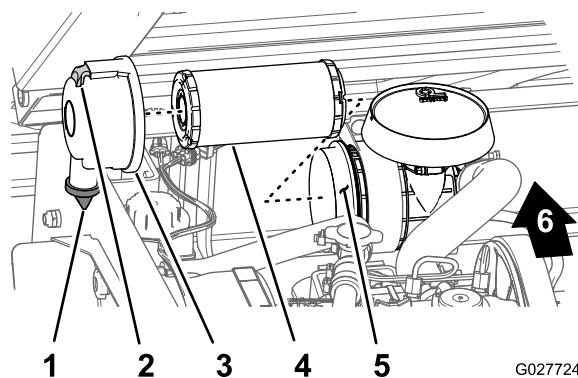

Figure 28
- 2. Vérifiez si le boîtier du filtre à air présente des dommages susceptibles d'occasionner des fuites d'air (Figure 28).
3. Tirez le dispositif de verrouillage vers l'extérieur et tournez le couvercle du filtre à air dans le sens antihoraire (Figure 28).
5. Sortez l'élément filtrant du boîtier du filtre à air (Figure 28) avec précaution pour ne pas déloger trop de poussière.
4. Alignez le couvercle du filtre à air sur le boîtier en orientant la valve de sortie en caoutchouc vers le bas, à peu près entre les positions 5 heures et 7 heures vu de l'extrémité, comme montré à la Figure 28.
5. Fixez le couvercle au boîtier avec les attaches (Figure 28).
1. Nettoyez l'orifice d'éjection des impuretés situé sur le couvercle du filtre à air (Figure 28).
2. Retirez la valve de sortie en caoutchouc du couvercle, nettoyez la cavité et remettez la valve en place (Figure 28).
3. Insérez l'élément filtrant dans le boîtier du filtre à air en appuyant sur le bord extérieur de l'élément pour l'engager parfaitement dans le boîtier (Figure 28).